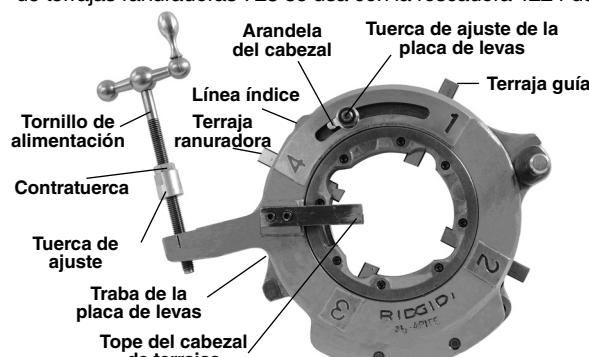

Figura 1 – Cabezal de terrajas ranuradoras 725
6. Mueva la tuerca de ajuste de la placa de levas para alinear la marca de tamaño deseado con la línea índice. Ajuste la introducción de la terraja según sea necesario para permitir el movimiento. La lengüeta de la arandela debe estar dentro de la ranura a la izquierda (*Figura 1*). Apriete la tuerca de ajuste de la placa de levas.